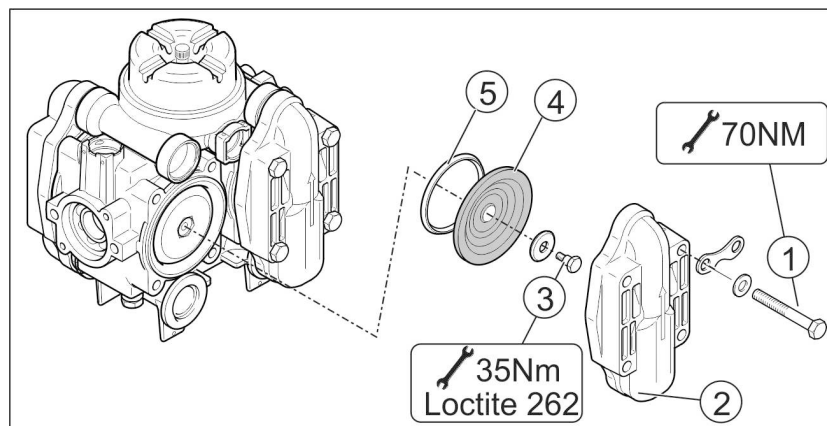

Fig. 192
2. Schrauben (Fig. 192/1) lösen.
3. Ventildeckel (Fig. 192/2) abnehmen.
4. Überprüfen Sie die Kolbenmembrane (Fig. 192/4) und den Keilring (Fig. 192/5).
1. Schraube (Fig. 192/3) lösen und Kolbenmembrane (Fig. 192/4) zusammen mit der Haltescheibe vom Kolben abnehmen.